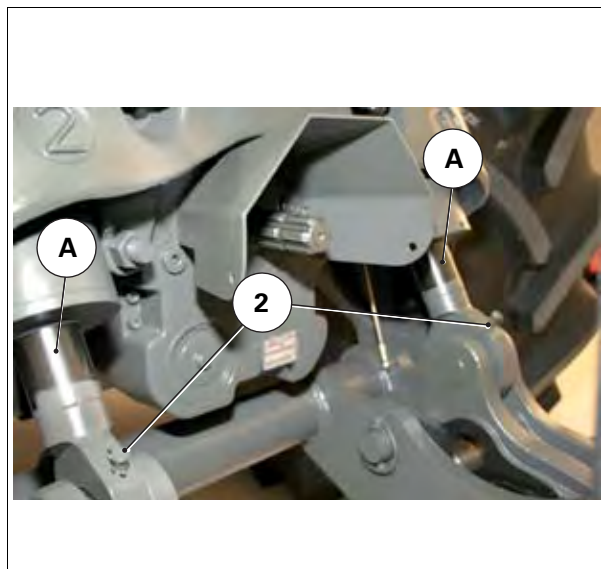

Рис. 4.
**ВАЖНО:** При длительном нахождении на складе штоки силовых цилиндров (А) *рис. 4* не должны контактировать с воздухом (опасность возникновения коррозии и последующих утечек). Цилиндры должны быть полностью сжаты или смазаны.